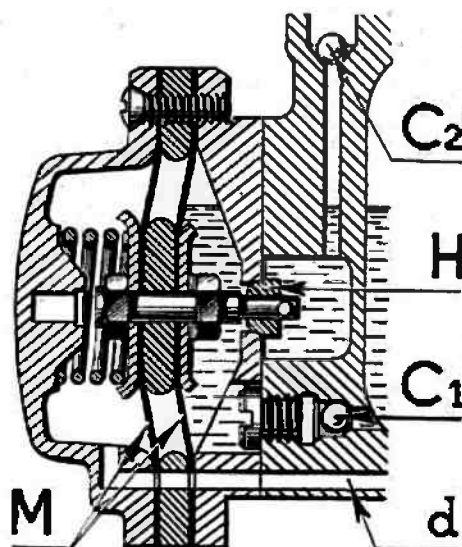

Fig. 35. — Détails de la pompe de reprise à membrane pour carburateurs de 35 et 40.
- Dans la pompe de reprise à membrane, la quantité d'essence injectée au moment de la reprise est fonction de l'amplitude du déplacement de la membrane. Cette amplitude est réglée par une vis (Zp) (fig. 35) pour les carburateurs de 26 et 30 m/m. Lorsque cette vis est serrée à fond, le déplace-